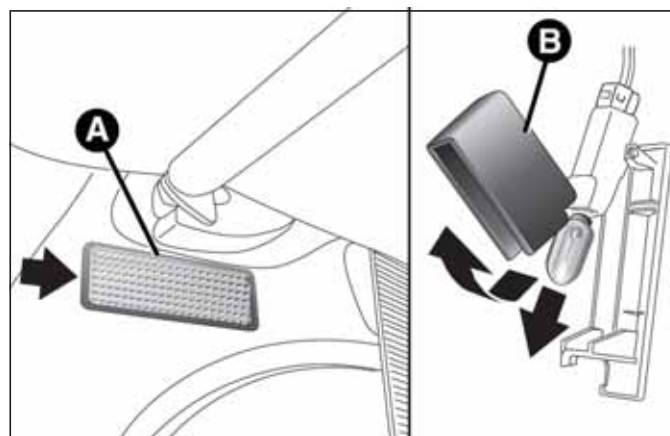

fig. 44
- ❑ abrir el maletero y extraer el plafón A fig. 44 actuando en el punto que indica la flecha;